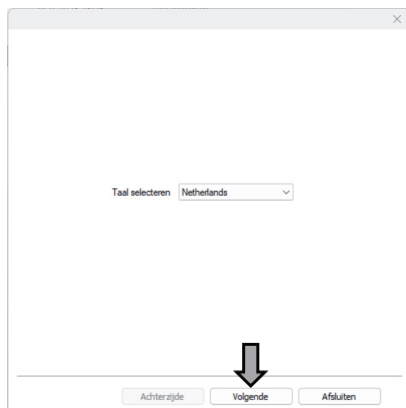

Bild 16
- ② Öppna gränssnittet för installation av skrivardrivrutinen, välj önskat språk och klicka på "Nästa" (se bild 16).